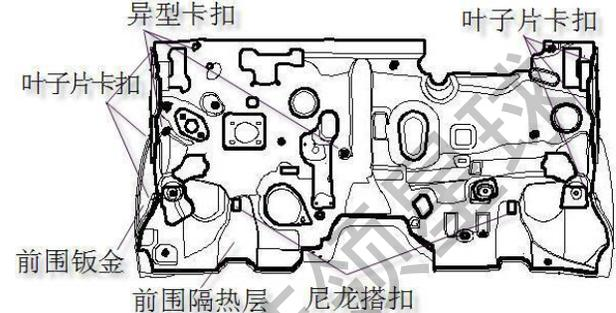

图 1.14.2 前围隔热层安装位置示意图
- b. 用一字螺丝刀撬开异形卡扣 BYDQ834B06，辅助松开两侧的六个叶子片卡扣 BYDQ832A0720（图 1.14.2 所示）并取下，把前围隔热层往后从钣金上退出来即可。